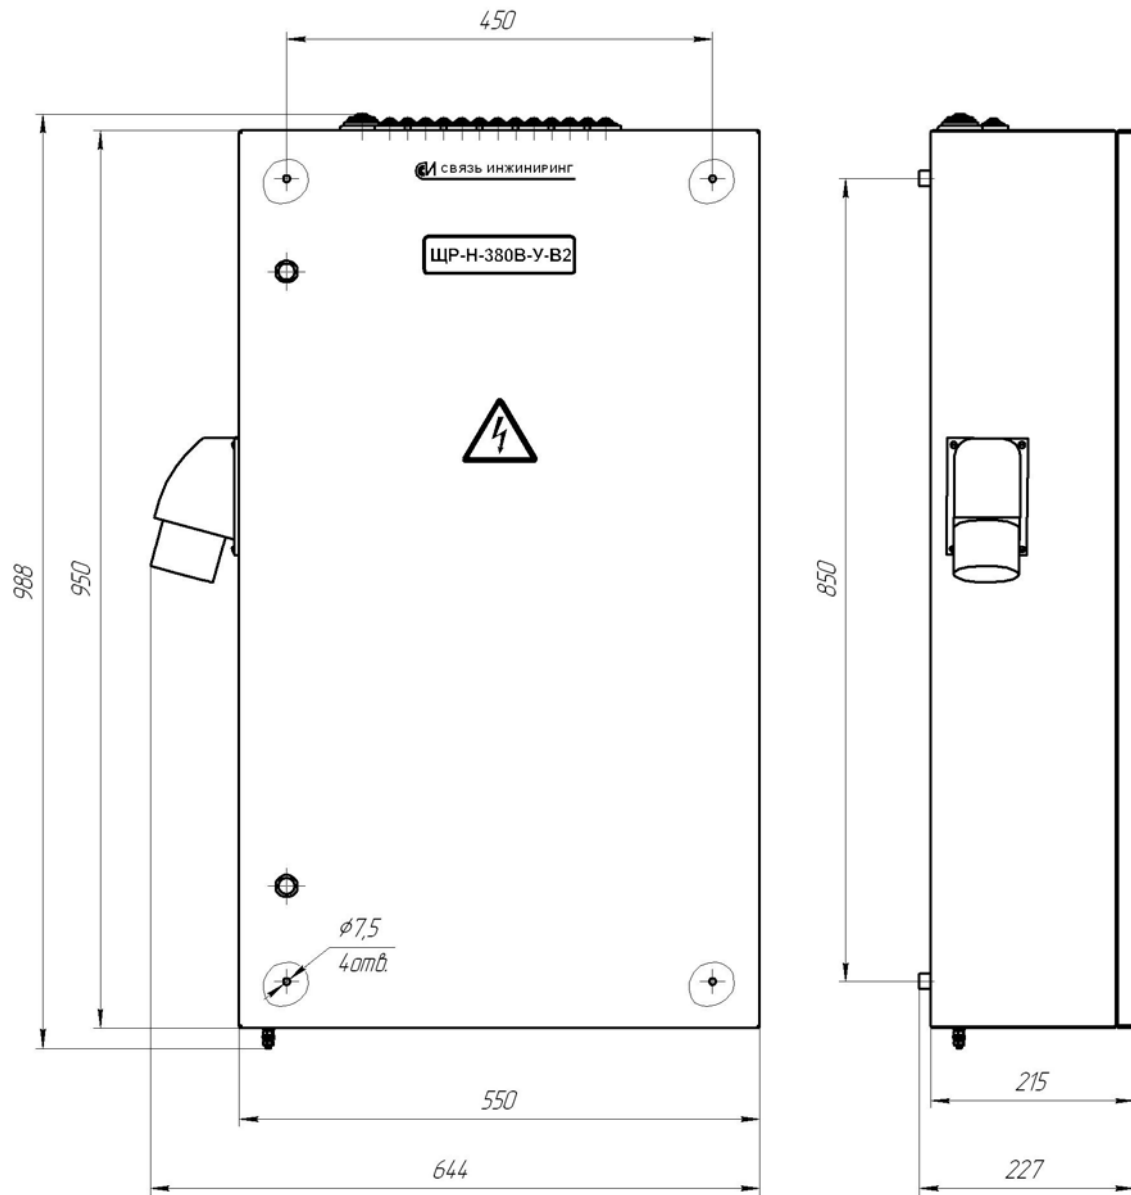

Рис. 1.
2.6 Габаритно-присоединительные размеры шкафа указаны на рис. 1.